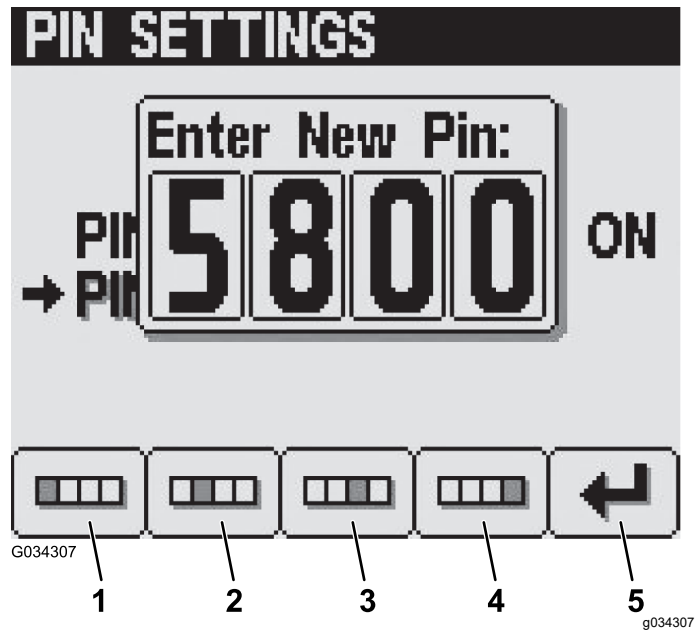

Figura 28
- Nella schermata di inserimento del PIN nuovo, premete i pulsanti da 1 a 4 per inserire il nuovo codice PIN. Quando completate l'inserimento del PIN, premete il pulsante 5 (Figura 28).